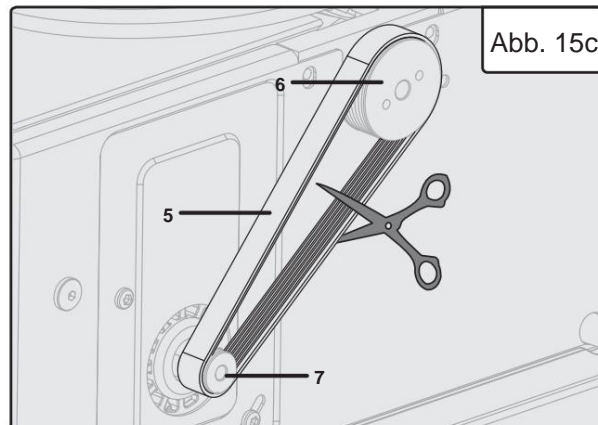

Abb. 15c
- Den alten Riemen (Abb. 15c - 5) mit der Schere (nicht im Lieferumfang enthalten) abschneiden und entfernen.
- Legen Sie einen neuen Riemen in die Rillen der oberen Riemenscheibe (Abb. 15c - 6). Führen Sie den Riemen zur unteren Riemenscheibe (Abb. 15c - 7). Drehen Sie die untere Riemenscheibe im Uhrzeigersinn, sodass die Rillen auf der unteren Riemenscheibe einrasten.